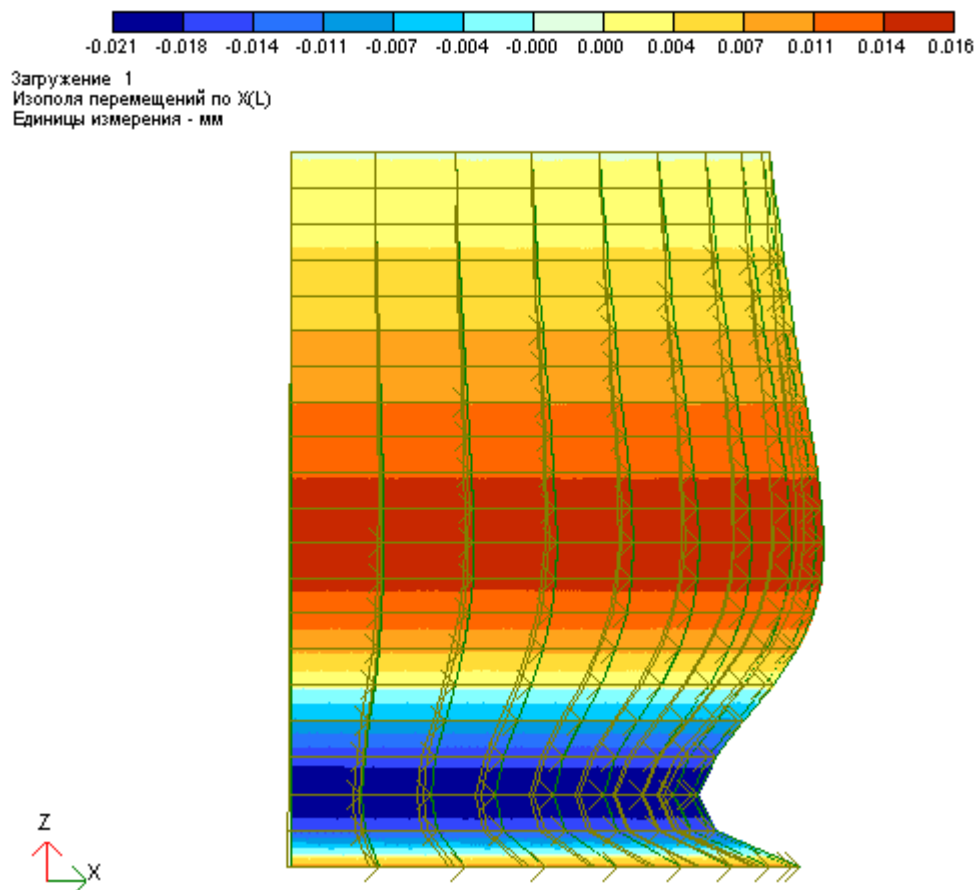

Рис.6.13. Изополя перемещений по направлению локальной оси **X** в элементах стенки резервуара
- Переключите схему в проекцию на плоскость **YOZ** (рис.6.13) с помощью меню **Вид** ⇒ **Проекция на плоскость YOZ** (кнопка  на панели инструментов).